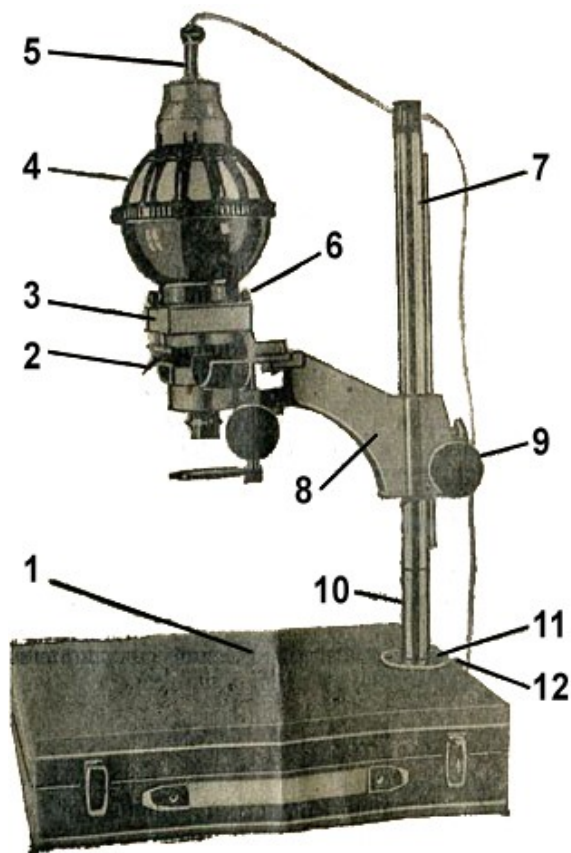
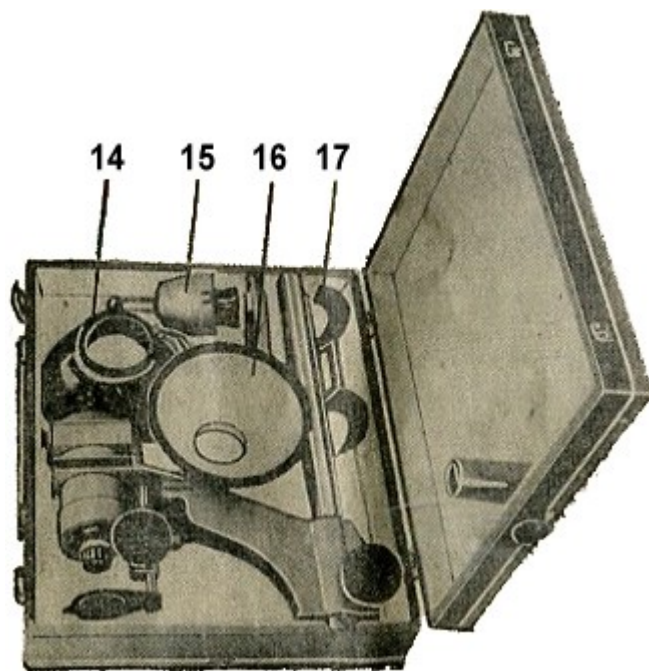

Рис. 1
Рис. 2
Конструктивно фотоувеличитель состоит из следующих основных частей рис. 1: экрана (1), узла автоматики (8), конденсора (3), негативной рамки (2), осветителя (4). В качестве экрана используется укладочный ящик-футляр (1).
Осветитель (4) рис. 1 состоит из крышки (15) рис. 2 с установленным в ней электропатроном, верхнего (16) и нижнего (14) кожуха. Нижний и верхний кожуха соединяются специальным поворотным замком (скобы верхнего кожуха входят в пазы нижнего).
3. Узел автоматики вставить в отверстие на крышке футляра, опустить в стойкодержатель до упора и закрепить винтом (12) рис. 1.
4. На конденсор установить нижний кожух осветителя (14) рис. 2 и закрепить винтом.
5. На верхний кожух (16) рис. 2 надеть крышку (15) с сетевым шнуром, патроном и лампой, а затем верхний кожух соединить с нижним.
7. В паз проектора вставить негативную рамку (17). При работе с узкой плёнкой в кадровое окно негативной рамки вставляется соответствующий вкладыш. Равномерность освещения экрана регулируется путём перемещения штока с электрической лампой.
После включения лампы проектор устанавливается на нужное увеличение путём перемещения кронштейна по стойке с помощью кремальеры (9) рис. 1 и закрепляется зажимным винтом.